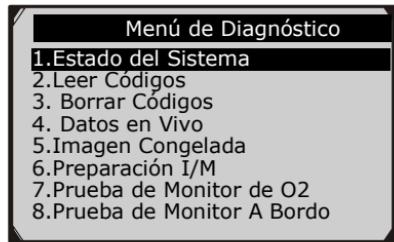

Figura 6.3
- 7) En escaneo exitoso, se muestra un resumen del estado del sistema (estado de Luz MIL; conteos de C ódigos DTCs, estados de los Monitores) en la pantalla. (Figura 6.1) Presione el bot ón **OK** para que ingresar al **Men ú de Diagn óstico** (Figura 6.3).
- 1) Use el botón de desplazamiento **ARRIBA/ABAJO** para seleccionar la opción **Leer Códigos** del Menú de Diagnóstico y presione el botón **OK**. (Figura 6.3)
- 1) Use los botones de desplazamiento **ARRIBA/ABAJO** para seleccionar la opción **Borrar de Códigos** del Menú de Diagnóstico y presione el botón **OK**. (Figura 6.3)
- 1) Para consultar los datos en vivo, use el botón de desplazamiento **ARRIBA/ABAJO** para seleccionar la opción **Datos en Vivo** en el Menú de Diagnóstico y presione el botón **OK**. (Figura 6.3)